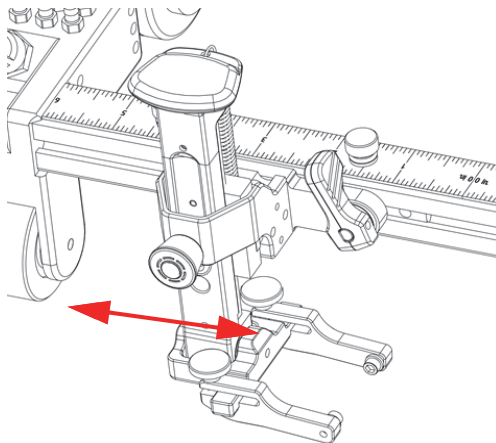

Figura 2-15 Deslizando o suporte da sonda
2. Deslize o suporte da sonda para a posição desejada (Figura 2-15 na página 46).